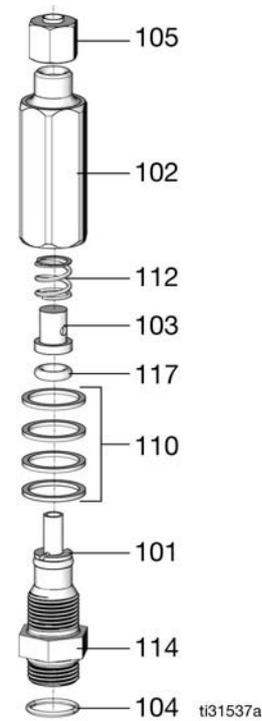

FIG. 43
Los inyectores de grasa sirven para proporcionar una lubricación precisa a cada punto de engrase del sistema. Si un inyector no produce la cantidad correcta de lubricante para una ubicación específica en el vehículo o si no se dispone del inyector de repuesto del tamaño correcto, se pueden instalar arandelas espaciadoras de salida (110) para ajustar el volumen de salida del inyector (FIG. 43, página 56).
- Use una llave de 5/8 pulgadas para aflojar y separar el cuerpo del inyector (102) del conjunto de la válvula (114). Tenga cuidado de no colocar mal o dañar el muelle (112), la tapa de retención (103) y la junta tórica (117) (FIG. 43, página 56).
- Añada espaciadores (110) para aumentar el volumen de salida.
- Quite espaciadores (110) para reducir el volumen de salida.
- Vuelva a montar el conjunto de la válvula del inyector. Asegúrese de que todas las piezas retiradas durante el desmontaje se monten en el orden correcto como se observa en FIG. 43 (página 56). Use una llave de 5/8" para apretar, aplicando solo la fuerza necesaria para que los espaciadores de salida (110) queden bien asentados. Apriete a un par de 10,8 +/- 2,7 N•m (8 lb-pie +/- 2).
- Monte el inyector (101) en el colector (119/120). Ponga una llave de vaso sobre el inyector y alinee con las secciones planas de la tuerca hexagonal (114) (FIG. 43, página 56). Apriete a un par de 10,8 +/- 2,7 N•m (8 lb-pie +/- 2).